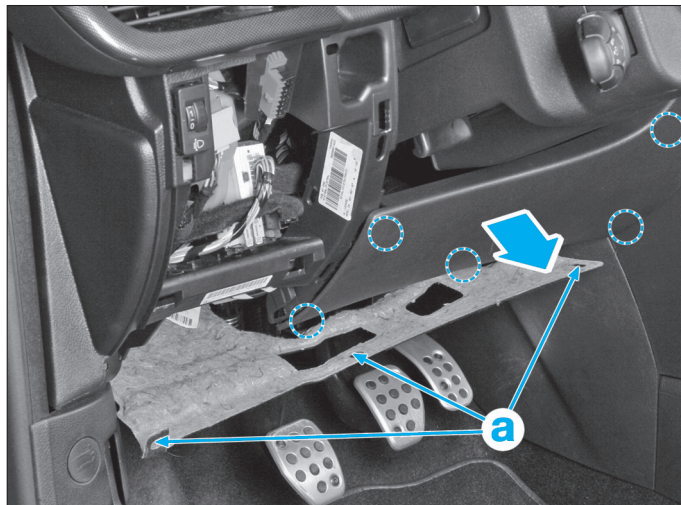

Fig. 20
- L'insonorisant est maintenu par trois agrafes (a) (Fig.20).